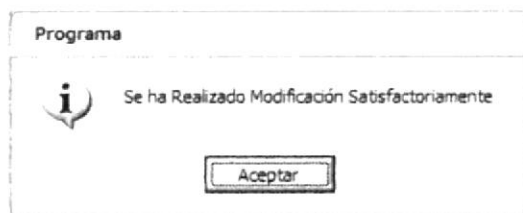

Figura 3.66 Mensaje de Modificación de Artículos por Bodega
7. Si se ha realizado la modificación aparecerá el mensaje (Ver figura 3.66)